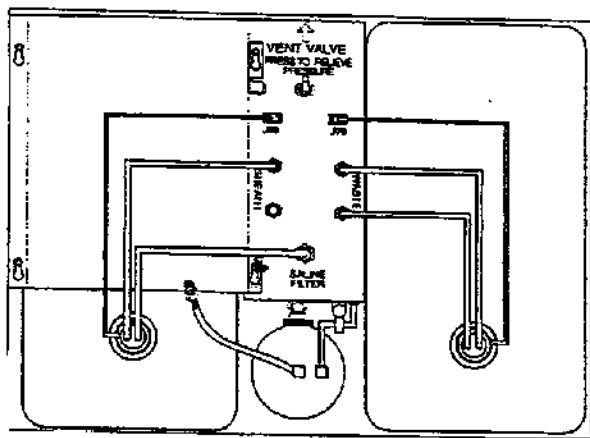

Рисунок 7. Альтернативный путь подключения проточного фильтра.
4. Присоедините трубку подачи жидкости (белая) резервуара с проточной жидкостью к клемме, обозначенной SALINE FILTER (рисунок 7).